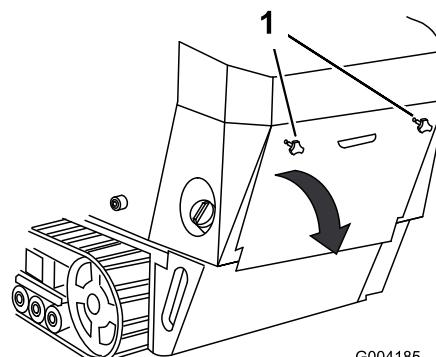

Figura 27
1. Svitate le 2 manopole che fissano il coperchio di accesso posteriore alla macchina (Figura 27).
- Inclinate il coperchio di accesso posteriore verso il basso per accedere ai componenti interni (Figura 27).